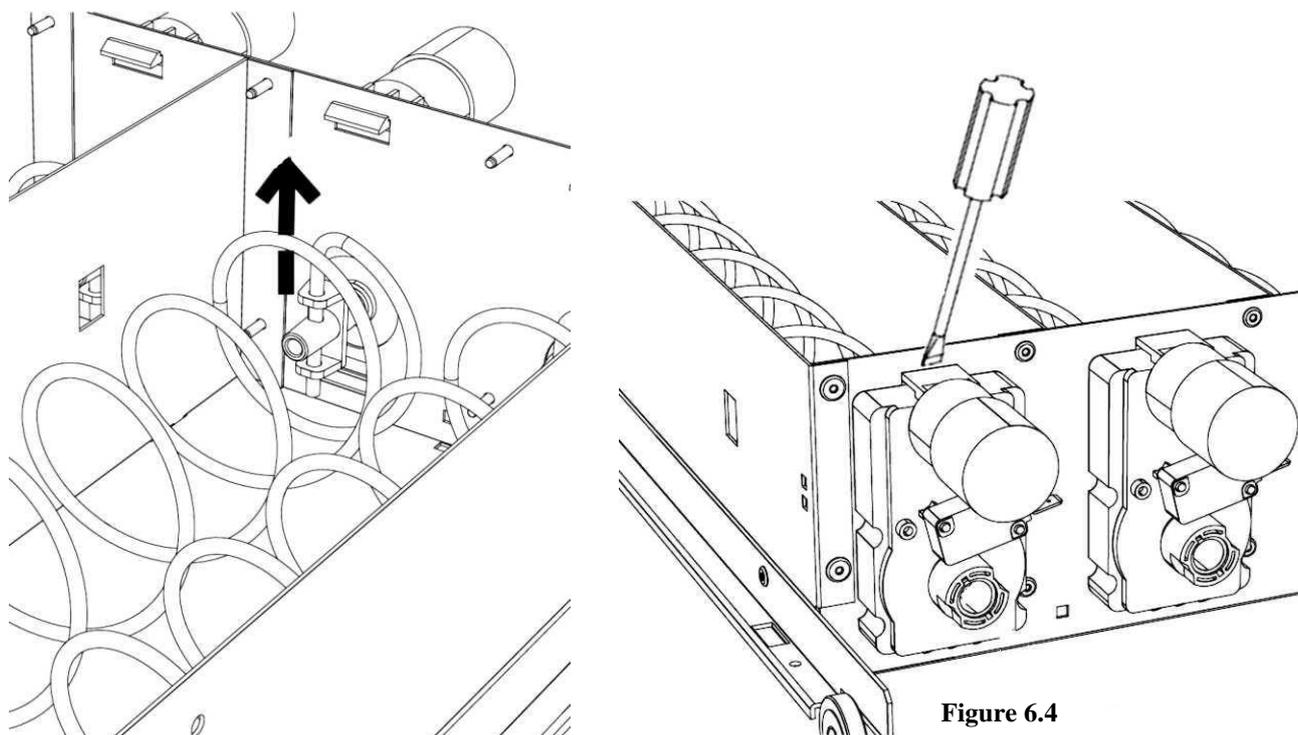

Figure 6.4
- Tourner la spirale jusqu'à avoir sa partie postérieure à la position de la Figure 6.4.